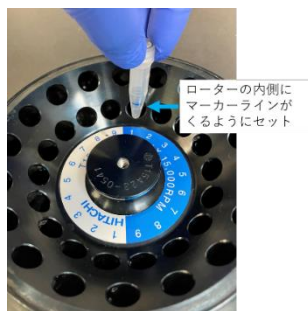

図 3. 遠心ローターへのセット
- (11) 検体をボルテックスした後、マークをした Tube に検体を 1 mL ずつ分注して下さい。
- (12) 油性ペンでラインをつけた側 (目盛りがある側) を遠心ローターの内側になるようにセットして下さい (図 3 参照)。
- (13) 集菌のため 1,200 x g、10 分、室温 (20 - 27℃) の条件で遠心して下さい。
- (14) ゆっくり遠心ローターごと安全キャビネット内に移して下さい。その後、マーカラインを手前に向けて Magnet Stand にゆっくり移し替えて下さい。(15) の操作が行いやすいため、Magnet Stand を使用することを推奨します。
- (15) Magnet Stand にセットしたまま、スクリーキャップを外して、電動マイクロピペットを用いて 0.8 mL 上清を除去して下さい。